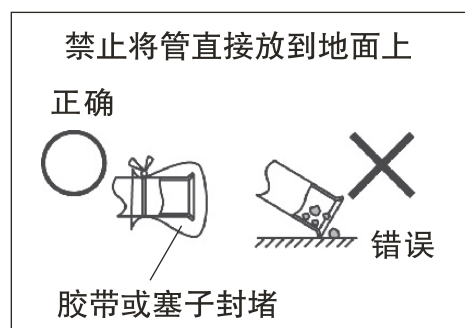

图19
- 在铜管端部设封帽或用乙烯带扎紧, 不要直接放在地上。(图19)